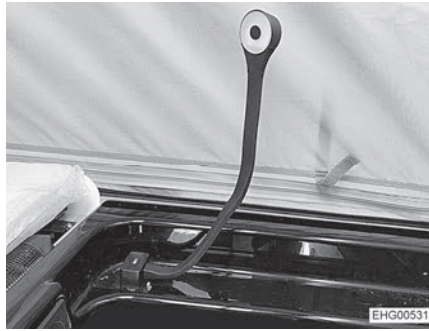
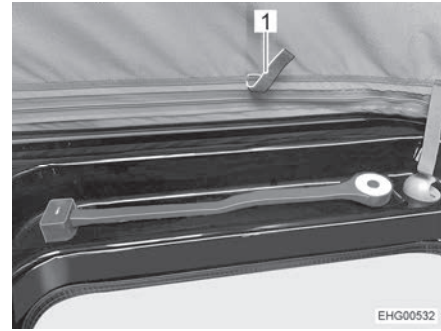

Bild 53 Svanhalslampa, driftläge
Bild 54 Svanhalslampa, transportläge
- Flytta Svanhalslampan från driftläge (Bild 53) till transportläge (Bild 54).
- Dra tältduken inåt med hjälp av flikarna som tillhandahålls för detta ändamål (Bild 54,1).